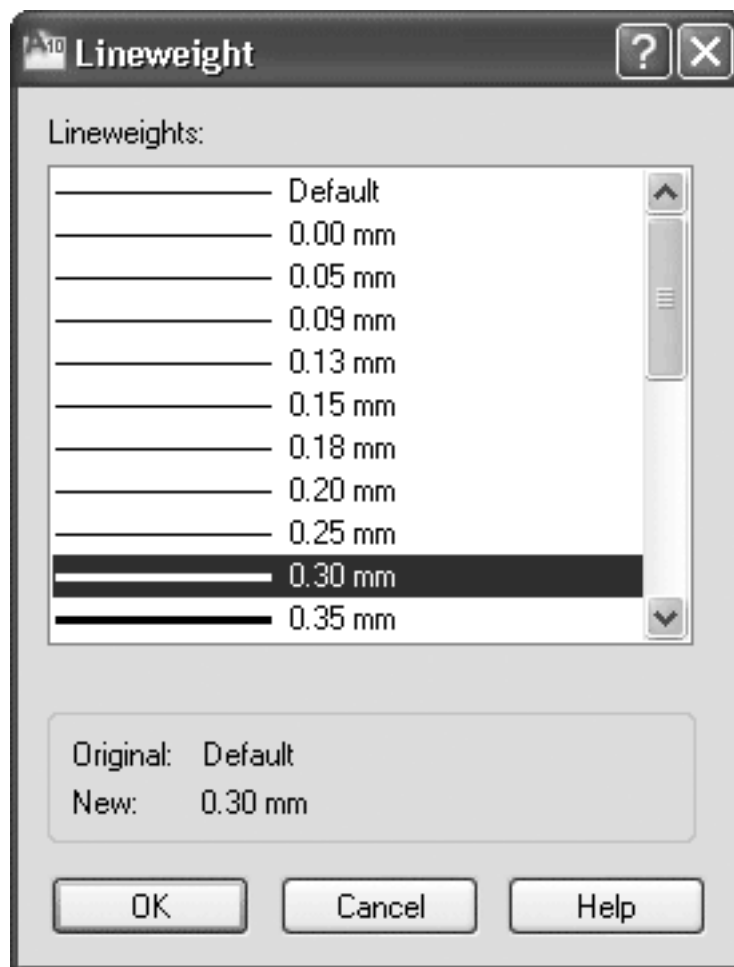

Рис. 2.31. Диалоговое окно Lineweight (Толщина линии)
- Щелчок на значении в столбце **Lineweight** (Толщина линии) вызывает одноименное диалоговое окно (рис. 2.31), где можно назначить слою определенную толщину линии.